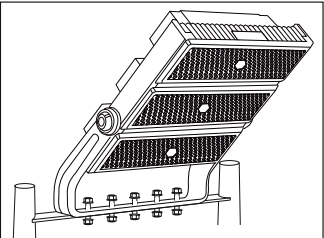

Рис. 2
- 5.11 Надежно закрепите осветительный прибор на опорной конструкции (рис. 2).